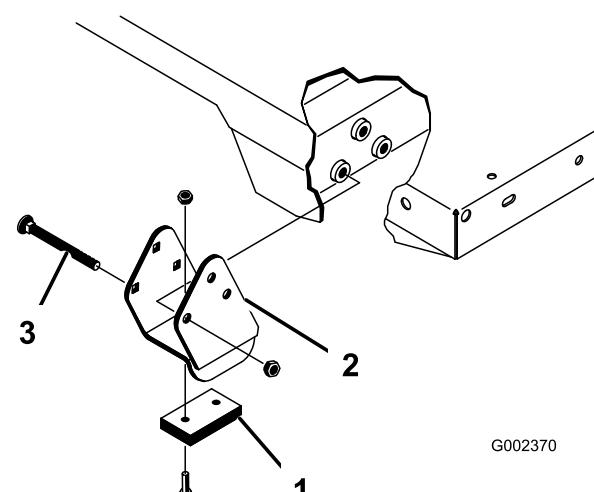

図 34
- レビスピンとリンチピン（各2個）を取り付ける（図 34）。
3. 荷台を下げた状態のまま、各シリンドロッド端部を荷台取り付けプレートのスロットに固定する； クレビスピンとリンチピンを使用。クレビスピンは荷台の外側から差し込み、リンチピンが荷台の外側に向いているようにする（図 34）。後ろ側のスロットはフルサイズ荷台の取付け用で、前側のスロットは2/3荷台の取付け用。